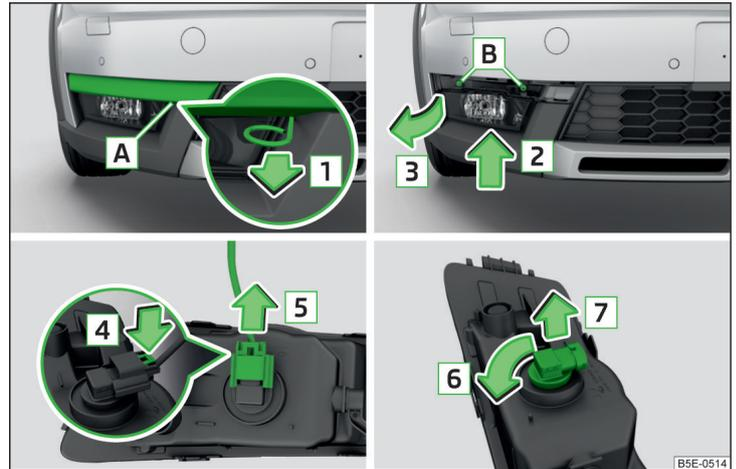

Abb. 224 Nebelscheinwerfer ausbauen / Glühlampe wechseln - Variante 2
- ▶ In die Öffnung **A** » Abb. 224 den Bügel zum Abziehen der Radvollblenden » Seite 218, Bordwerkzeug einführen.
- › Den Nebelscheinwerfer entgegen der Pfeilrichtung **3** » Abb. 224 einsetzen und festschrauben.